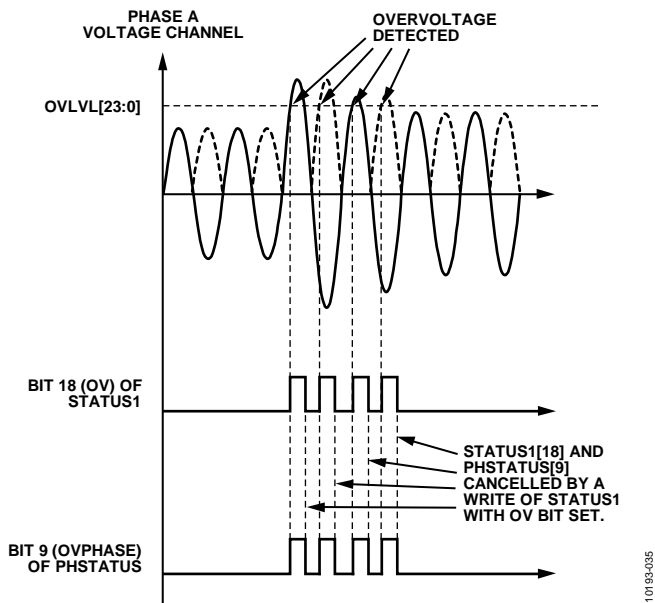

图60. 过压检测
ADE7880可以通过检测发现电压和电流通道上测得的瞬时绝对值何时超过了在24位无符号寄存器OVLVL和OILVL中设定的阈值。在发生过压事件时，如果MASK1寄存器的位18 (OV)被置1， $\overline{\text{IRQ1}}$ 中断引脚会变为低电平。当 $\overline{\text{IRQ1}}$ 中断引脚变为低电平时，将会设置两个状态标志：STATUS1寄存器的位18(OV)和PHSTATUS寄存器的位[11:9] (OVPHASE[2:0])之一(用于识别产生过压事件的相位)。通过写入STATUS1寄存器并将该状态位置1，STATUS1寄存器的状态位18(OV)和PHSTATUS寄存器的所有位[11:9] (OVPHASE[2:0])会被清除，且 $\overline{\text{IRQ1}}$ 引脚变为高电平。图60显示了A相电压上的过压检测。